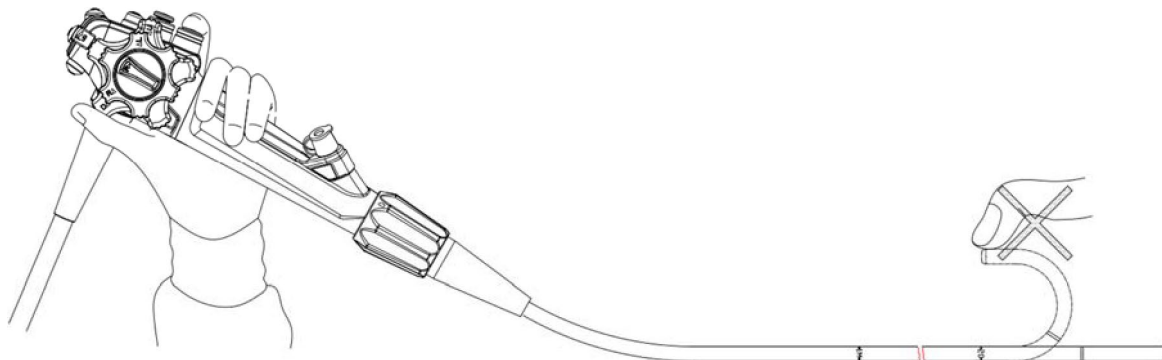

Рисунок 3.3.2
- Запрещается чрезмерно изгибать изгибаемый участок, как показано на рис. 3.3.2.